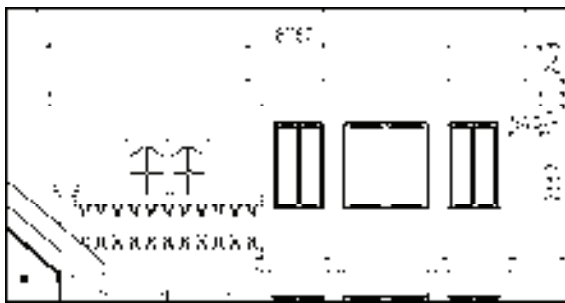

图 13-196 修剪直线
5) 绘制立面装饰图形。调用“直线”命令，绘制直线；调用“修剪”命令，修剪直线，结果如图 13-196 所示。